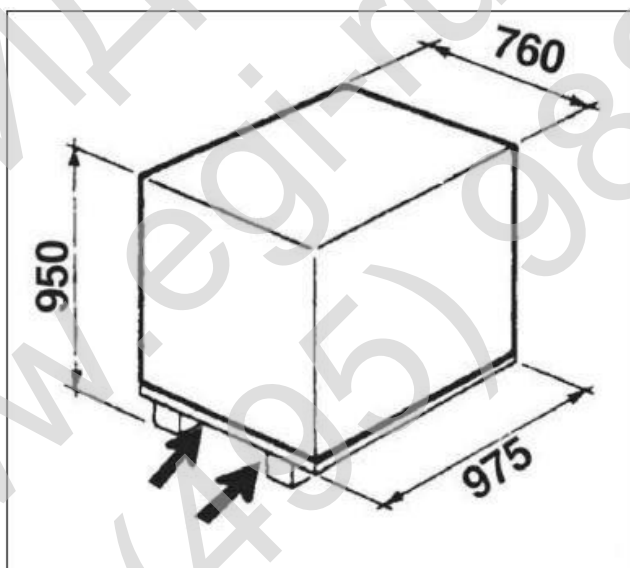

Рисунок 3
- Для перемещения станда используйте вилочный подъемник соответствующей грузоподъемности, учитывая габаритные размеры, указанные на (Рис.3).
- Вставляйте вилки погрузчика в места, показанные на (Рис.3).